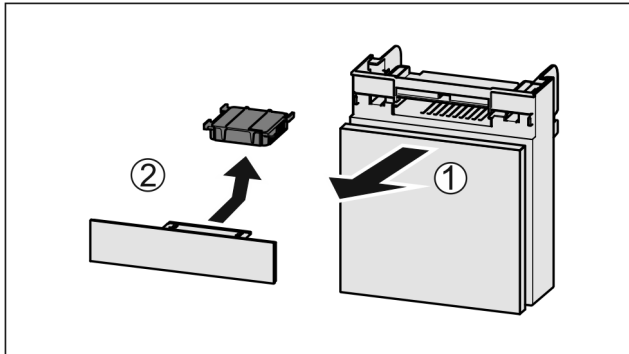

Fig. 63
- ▶ Wyciągnąć Fig. 63 (1) komorę do przodu.
- ▶ Wyjąć Fig. 63 (2) filtr z węglem aktywowanym.